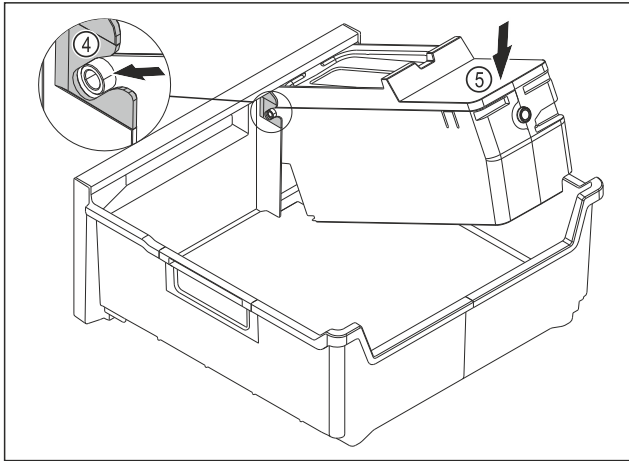

Fig. 91
- ▶ Смонтируйте корпус EasyTwist-Ice: Вставьте оси корпуса EasyTwist-Ice в направляющие Fig. 91 (4).
- ▶ Вдавите корпус EasyTwist-Ice Fig. 91 (5) вниз.